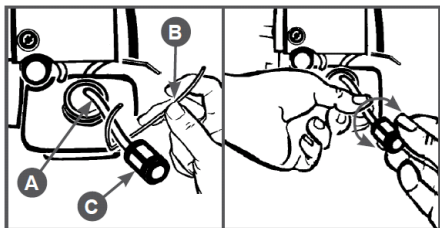

Рис. 22 Извлечение топливного фильтра
2. Согните кусок мягкого провода в виде небольшого крючка В (Рис. 22).
3. Зацепите крючком топливный шланг А с фильтром С и вытяните через заливную горловину (Рис. 22).